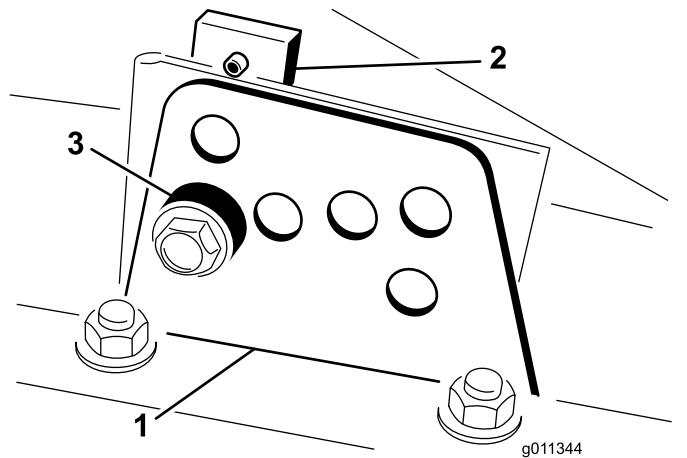

図 17
2. 各刈り高ブラケットを刈り高プレート前と右と左に固定しているボルトをゆるめる 図 17。
4. チェンバを支えておきながらスペーサを取り外す 図 17。